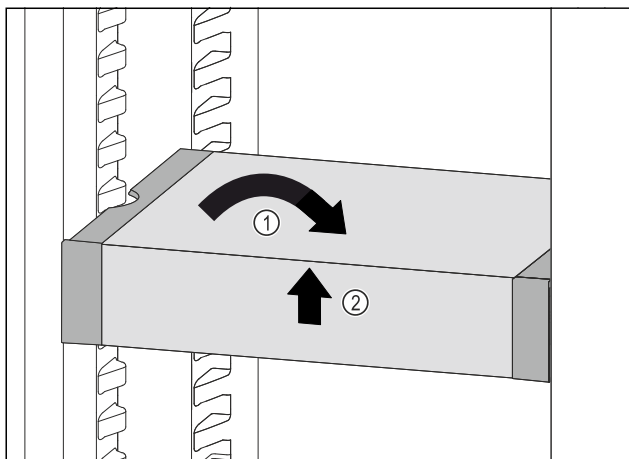

Fig. 81
- ▶ VarioSafe postavte rovno. Fig. 81 (1)
- ▶ VarioSafe nadvihnite vpredu. Fig. 81 (2)